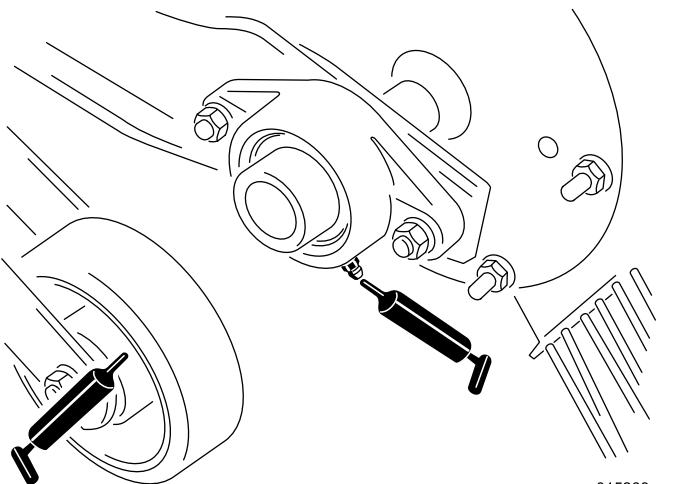
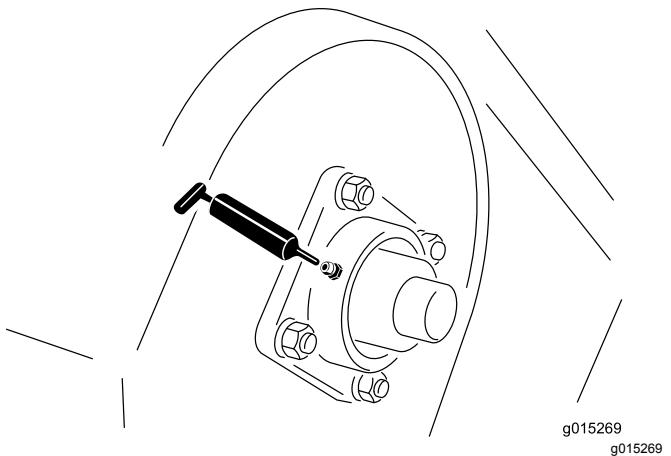
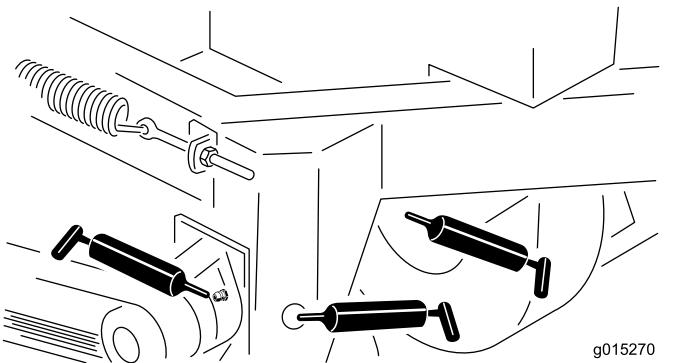

Figura 11
Figura 12
Figura 13
2. Pompatte grasso nel cuscinetto o nella boccola (Figura 11, Figura 12 e Figura 13).